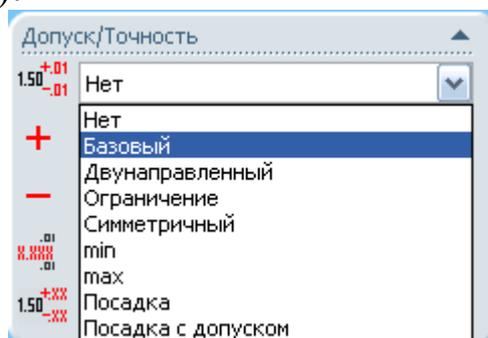

Рис. 1
1. **Базовый**. Выберите на **Чертёжном** виде 1 размер «18». Появится окно **Размер Менеджера** свойств (Property Manager) (рис. 1):